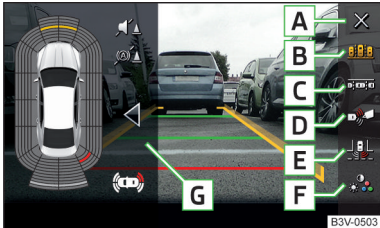

Abb. 279
### Funktionsflächen » Abb. 279
- › Die Funktionsfläche **C** » Abb. 279 auf Seite 238 antippen.